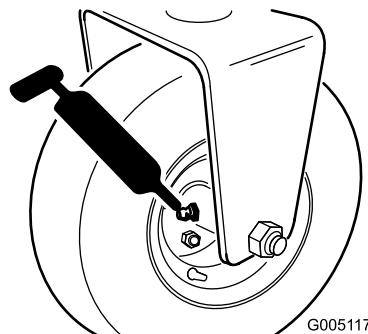

图 30
- 后滚筒毂组件或如果配备了3轮驱动套件后轮滚筒闩锁和外部滚珠轴承1个 图 30